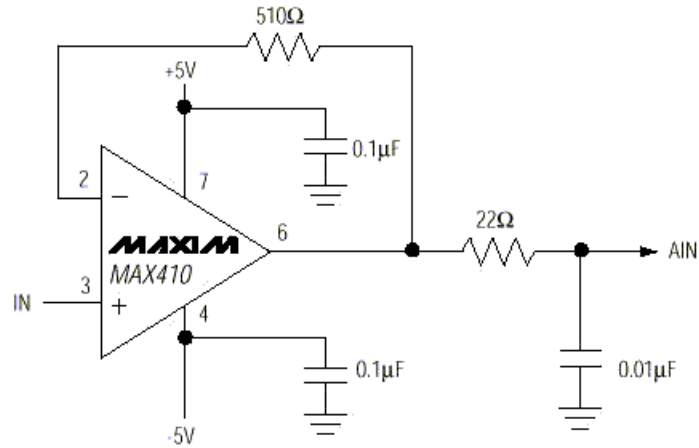

图1、 $22\Omega/0.1\mu F$ 输出滤波器吸收来自ADC的浪涌
- 2、在输入端采用一个 RC 滤波器，电容值要远大于 ADC 的输入电容。这个大电容为采样电容提供电荷，从而消除了瞬变（图 1）。为吸收瞬变，Maxim 通常推荐在 ADC 输入和地之间连接一个 1000pF 或更大的电容。RC 滤波器同时也减小了放大器在驱动容性负载时产生稳定性问题的可能。与电容相串联的小电阻有助于阻止自激和振荡。